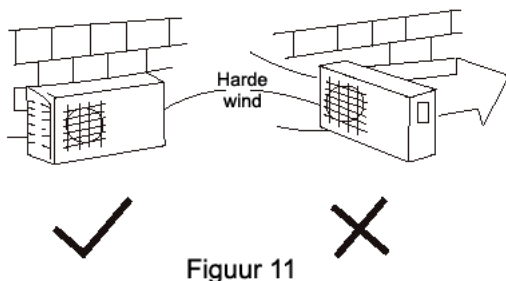

Figuur 1
- Een plaats waar voldoende ruimte is voor montage en onderhoud (raadpleeg figuur 1).